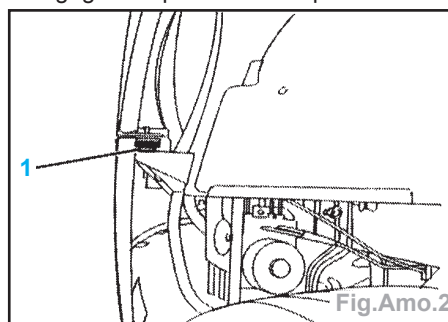

Fig.Amo.2
- Déposer les fixations (1) (Fig.Amo.2).